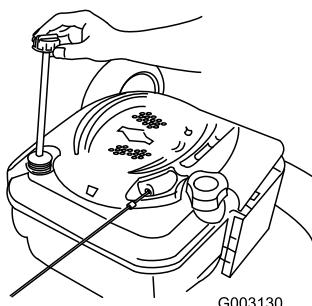

Bild 34
- Nehmen Sie den Peilstab aus dem Öleinfüllstutzen (Bild 34).